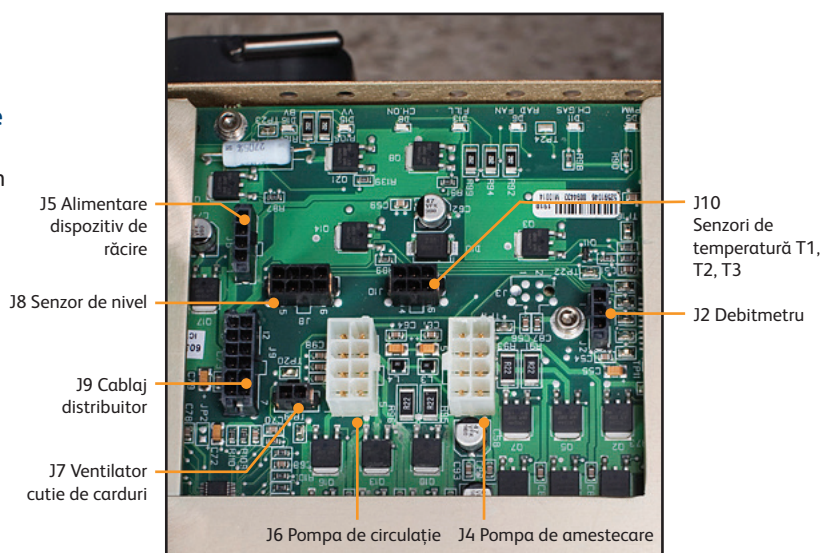

Fig. 8-15 Conexiuni ale cardului de circuit I/O
1. Deconectați cu grijă fiecare dintre cele opt cabluri conectate la card, eliberând fiecare clapetă de blocare înainte de a trage. Aceste conexiuni sunt ilustrate în Fig. 8-15.